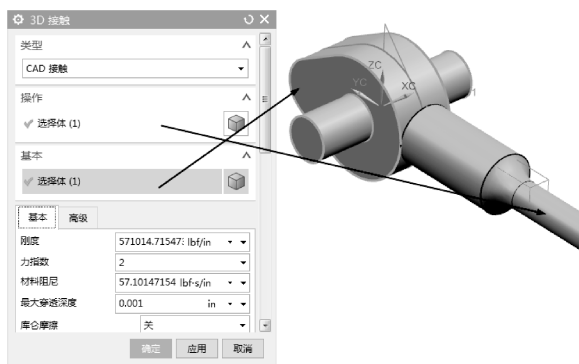

图 8-58 选择 3D 接触的操作体和基本体
- 14 在【主页】选项卡【连接器】组中单击【3D 接触】命令，打开【3D 接触】对话框。然后选择顶杆部件为操作体，选择凸轮为基本体，如图 8-58 所示。